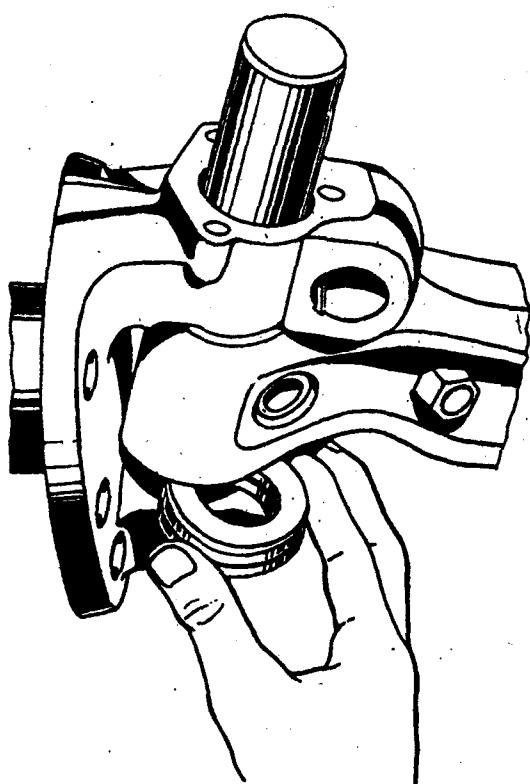

Рис. 61. Установка шкворня
2. В верхнюю бобышку кулака вставить новый шкворень с учетом положения лыски под стопорный штифт (рис. 61), установить подшипник шкворня и продвинуть шкворень до совпадения лыски под стопорный штифт с отверстием в балке.